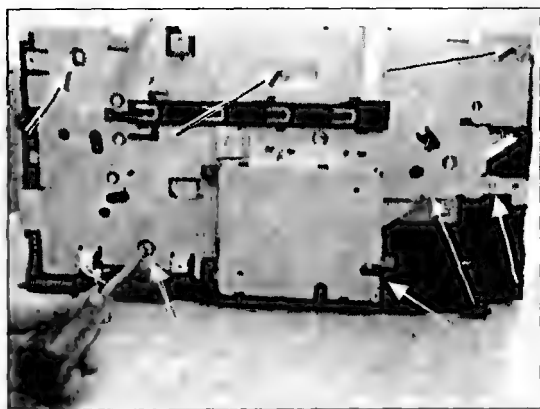

Рис. 8.21
- Отсоединяют два разъема (если используется дуплексор — три) от промежуточной платы (рис. 8.21).
- Откручивают семь винтов крепления редуктора к основанию принтера (показаны стрелками на рис. 8.21).